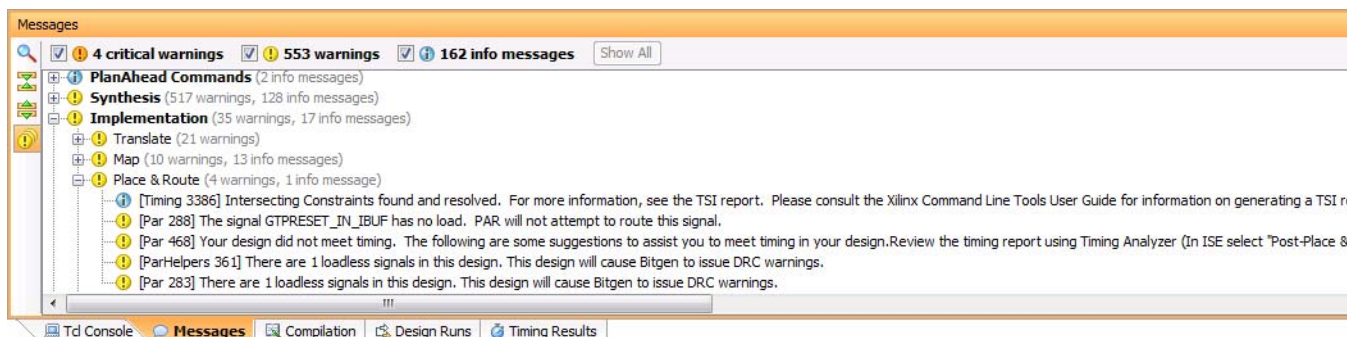

図 26 : [Messages] ビュー
11. **[Place & Route]** を展開表示し、この手順で生成されたメッセージを確認します (図 26)。